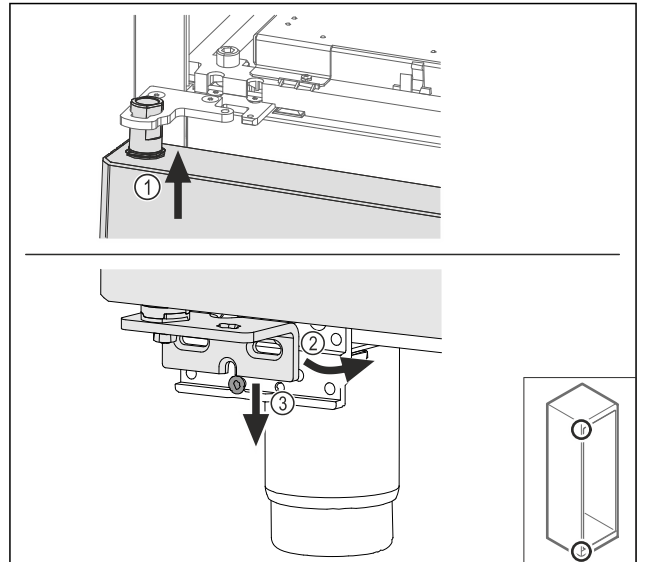

Fig. 63
- ▶ Tür leicht gekippt oben einfädeln Fig. 63 (1), Tür gerade ausrichten Fig. 63 (2) und unten auf die Lagerbockschraube Fig. 63 (3) aufsetzen.